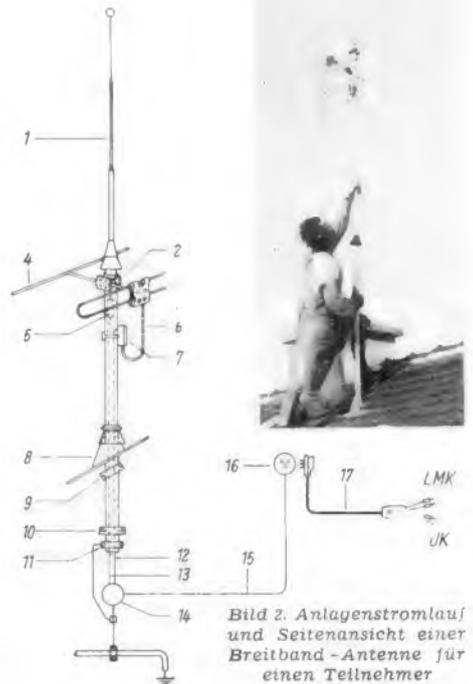
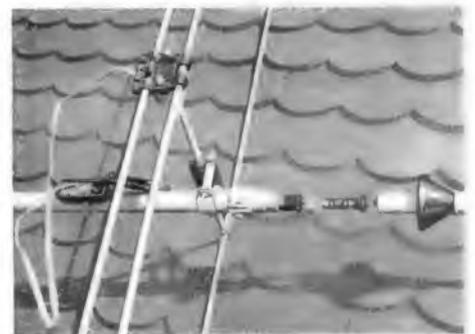

Bild 2. Anlagenstromlauf und Seitenansicht einer Breitband-Antenne für einen Teilnehmer
Bild 3. Die zusammengesetzte Antenne liegt noch auf dem Hausdach und läßt die geöffneten Antennenübertrager erkennen
Zum Empfang von Mittel- und Langwellen dient die mit einer „Prasselschutzkugel“ (Geräuschminderung bei statischen Entladungen) versehene 3,3 m lange Antennenrute 1 (Bild 2). Oben im Standrohr befindet sich der Mittel-Lang-Antennenübertrager 5 der als Autotransformator mit Feinfunkenstrecke geschaltet ist und die Antenne an den Wellenwiderstand (60 Ω) des Kabels anpaßt. In gleicher Weise wird mit der vom Faltdipol 3 aufgenommenen Empfangsenergie verfahren, wobei der UKW-Spezialübertrager 7 die Anpassung zwischen ungeschirmtem Bandkabel und geschirmter Koaxialleitung übernimmt. Bis zum Antennenableiter 14, in dem zwei Funkenstrecken mit je 0,1 mm Elektrodenabstand als VDE-mäßig vorgeschriebener Blitzschutz untergebracht sind, verlaufen die beiden Kabel 12 und 13 im Standrohr getrennt. Von hier ab erfolgt die Weiterleitung über die doppelt-konzentrische Antennenleitung 15, die beide Leitungen in einer gemeinsamen Kunststoffummhüllung (Querschnitt etwa 5 x 8 mm) vereint. Dieses wetterfeste Kabel kann nach Belieben auf Putz, direkt im Putz oder in Isolierrohren verlegt werden. Wenn nur ein Teilnehmer angeschlossen werden soll, endigt es in der Nähe des Empfängers in einer Wandsteckdose 16. Die Empfänger-Anschlußschrub 17 ist am Ende mit einem kleinen Kästchen (114 x 44 x 31 mm) versehen, das die beiden Empfängerübertrager (ML, UKW) enthält und vier Steckerschneure aufweist, die den Anschluß zum Empfänger herstellen. Eine ebenfalls eingebaute elektrische Weiche nutzt den Kabelmantel als Kurzwellenantenne aus. Wenn mehrere Teilnehmer (bis zu acht) ohne Verwendung eines Verstärkers angeschlossen werden sollen, endigt die Antennenleitung 15 in einer Antennenverteilerdose, von der aus Anschlußleitungen sternförmig (Stichleitungen) zu weiteren Antennensteckdosen führen. Im Verteiler untergebrachte Entkopplungswiderstände (je zwei pro Teilnehmer) sorgen für völlige Rückwirkungsfreiheit, und die als Trennübertrager (zwei Wicklungen) ausgeführten Empfängerübertrager verhindern das Auftreten von Berührungströmen, wenn Allstromempfänger verwendet werden. Da bei Allstromschaltungen das Chassis in leitender Verbindung mit dem Lichtnetz steht, können über Antennen- und Erdbuchse Restströme in das Kabelnetz gelangen, die bei anderen Teilnehmern Störungen und sogar empfindliche elektrische Schläge verursachen. Das wird durch die erwähnten Trennübertrager sicher verhindert. Außerdem bewirkt der besondere Schaltungsanbau eine saubere Hf-mäßige Trennung des Empfänger-Einganges vom Netz, so daß
Die meisten Rundfunkhörer scheuen die Umstände, die ihrer Ansicht nach die Montage einer solchen Antenne verursacht. Abgesehen davon, daß vom Hersteller erfahrene Spezial-Monteur zur Verfügung gestellt werden können, werden die Arbeiten sehr weitgehend durch vorbereitete und genau angepaßte Bauteile erleichtert. So ist z. B. die Vornahme des „Durchbruches“ durch das Ziegeldach eine Angelegenheit von wenigen Handgriffen. An der in Aussicht genommenen Stelle wird ein Dachziegel ausgehängt und gegen die mit einer Gummidichtung versehene Dachhaube 8 (Bild 2) ausgetauscht. Zwei Befestigungsschellen 9 und 10 fixieren das Standrohr unterhalb des Daches an einer Mauer, am Dachgebälk oder in Sonderfällen auch an einem Kamin (Korrosionsgefahr durch Rauchgase). Als Blitzeiter (11) wird das Steigrohr der Wasserleitung verwendet oder der bereits vorhandene Blitzableiter bzw. z. B. die gut geerdeten Laufschiene eines Aufzuges.
Bild 3 zeigt die quer auf dem Dach liegende und zum Einsetzen in die Dachhaube vorbereitete Antenne. Der Antennenübertrager 5 ist noch nicht in das Tragrohr eingeschoben (rechte Bildseite), so daß man ihn ebenso wie den UKW-Übertrager noch im geöffneten Zustand erkennen kann (vgl. 5 und 7 in Bild 2). Bild 1 zeigt den Augenblick der Montage, in dem das Standrohr gerade in die Dachhaube eingesetzt wird. Sobald die Leitungsinstallation beendet ist, muß noch durch Empfangsversuch der Dipol 3 nach Lockern der Standrohr-Befestigungsschellen 9 und 10 mit der Breitseite auf die Richtung des bevorzugten UKW-Senders eingepieilt werden. Bei geringen Feldstärken wird ein Reflektor 4 (Bilder 1 und 2) aufgesetzt, und wenn Rundempfang gewünscht wird, tritt an die Stelle des Faltdipols ein Kreuzdipol. Es verdient besonders hervorgehoben zu werden, daß Vorkehrungen zur Erweiterung auf Fernsehempfang bereits in der Konstruktion getroffen wurden. Im Vergleich zu einem Innendipol waren die UKW-Empfangsergebnisse bei der Versuchsantenne nach